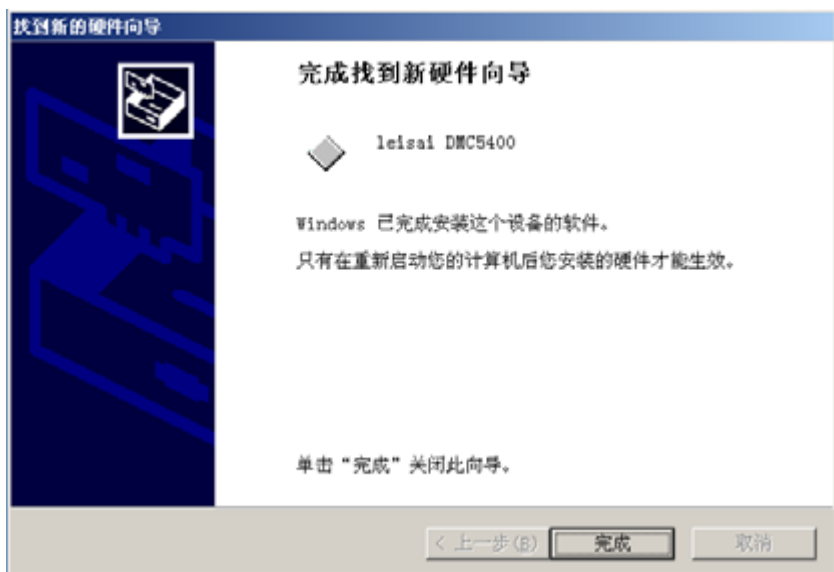

图 5-6 安装 DMC5400 完成
7. 驱动程序安装完成之后会出现图 5-6 所示界面。单击“完成”，重新启动后，即完成了 DMC5400 的安装。